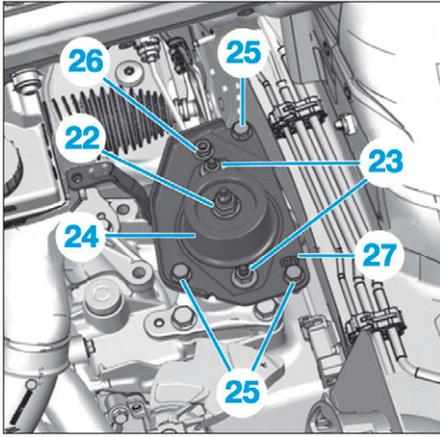

FIG. 10
- l'écrou d'axe de support élastique (22) et sa rondelle (Fig.10),
- les écrous (23) puis le support élastique (24),
- les vis de fixation (25) et l'écrou (26),
- la platine (27),